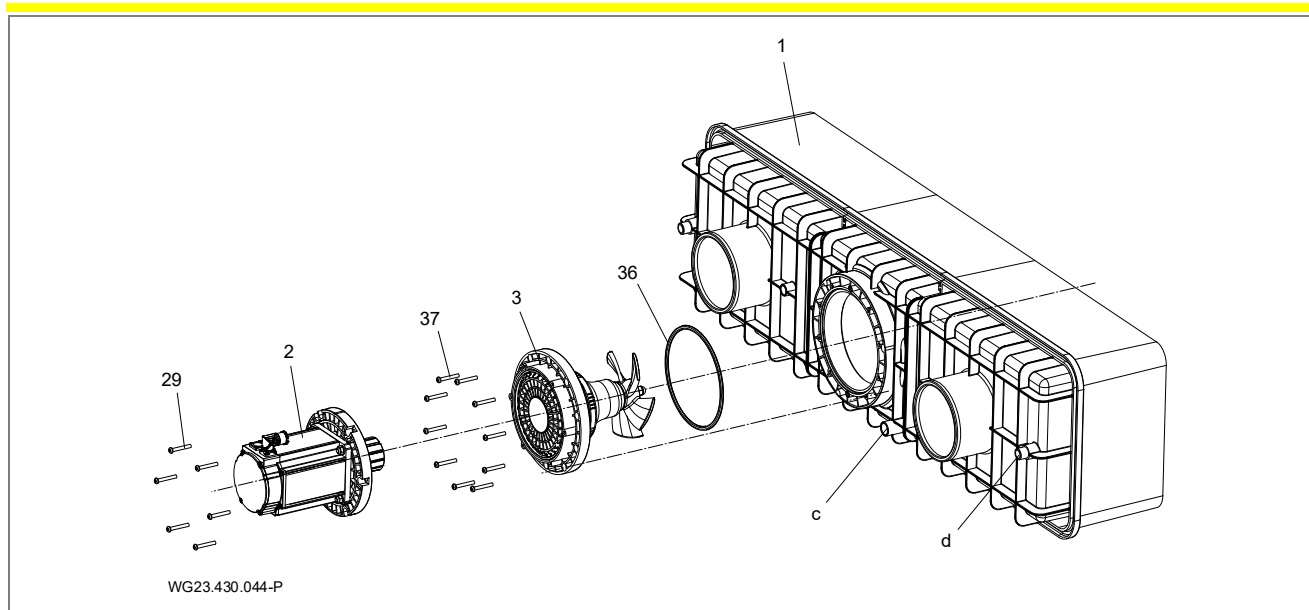

Рис. 16
1. Штуцер для подключения (d, см. "Рис. 16" на стр. 22) на пластиковом корпусе (1) и гнездо для подключения защитного кабельного шланга (12) обработать очистителем для PVC-U/ABS.